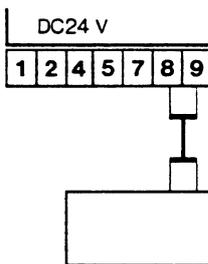

Fig. 18
– Collegare l'interruttore ai morsetti 8 e 9 come raffigurato in fig. 18.